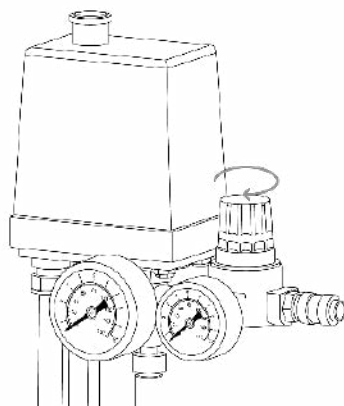

Рис. 7.3. Установка давления на компрессоре.
6. Включите компрессор, установите давление сжатого воздуха (См. рис. 7.3) и дождитесь, пока компрессор выключится.